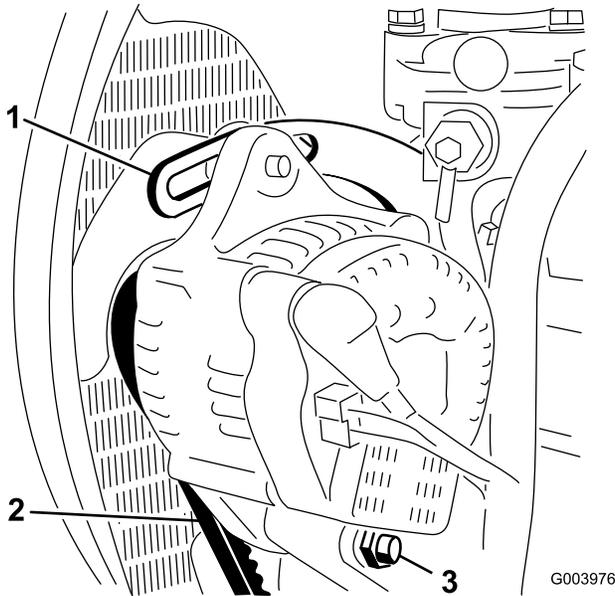

Figura 76
2. Verifique tensão da correia do alternador, premindo-a (Figura 76) até metade entre as polias do alternador e do cárter com uma força de 10 kg.
3. Desaperte o parafuso que segura a braçadeira ao motor (Figura 76), o parafuso que segura o alternador à braçadeira e o parafuso de articulação.